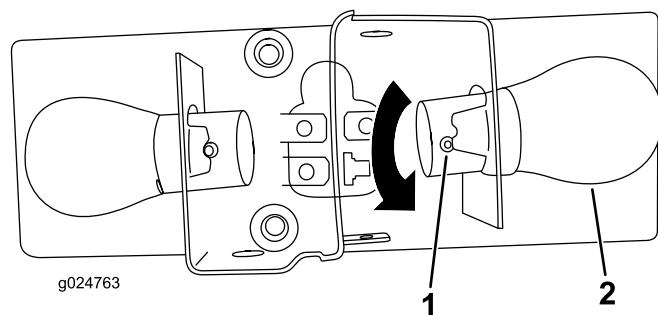

Figura 75
4. Empurre o pino na lâmpada, rode a lâmpada para a esquerda e retire a lâmpada (Figura 75).
6. Rode a nova lâmpada para a direita até que a lâmpada fique alinhada com a ranhura na caixa da lâmpada (Figura 75).